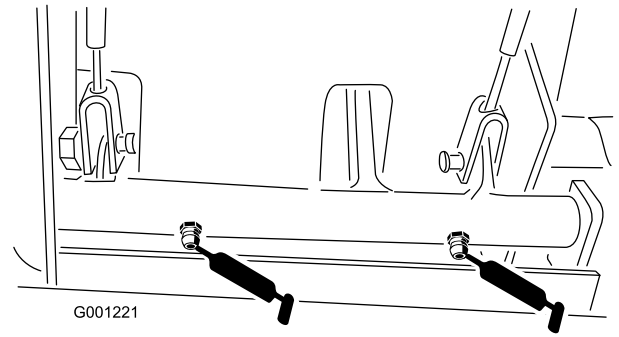

Figura 38
- Casquillos de pivote de los frenos (Figura 38)
- Cables de freno (extremos de la rueda motriz y del pedal de freno) (Figura 38)